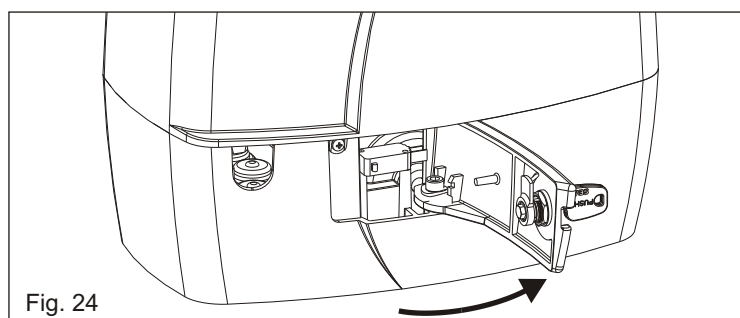

Fig. 24
- Tirar la palanca de desbloqueo hasta el golpe, 90° alrededor (Fig. 24).